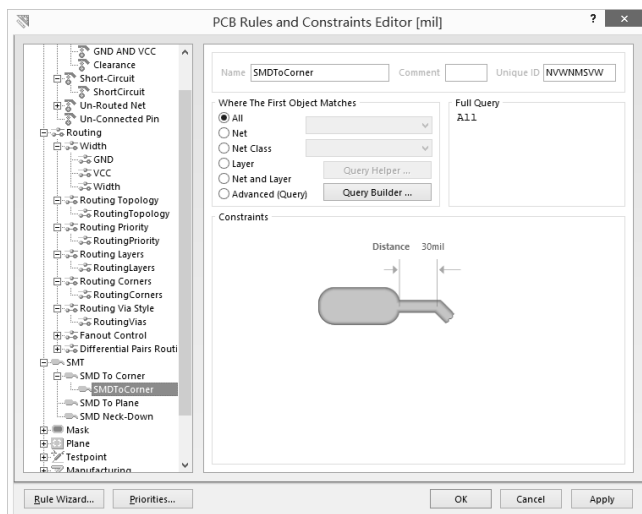

图 3.4.19 设置 SMD 与导线拐角规则
(1) SMD To Corner：用于设置 SMD 焊盘与导线拐角处的最小间距。本例设置为 30mil。为了避免与其他规则发生约束冲突，一般这个值以设置的最大距离为准，如图 3.4.19 所示。